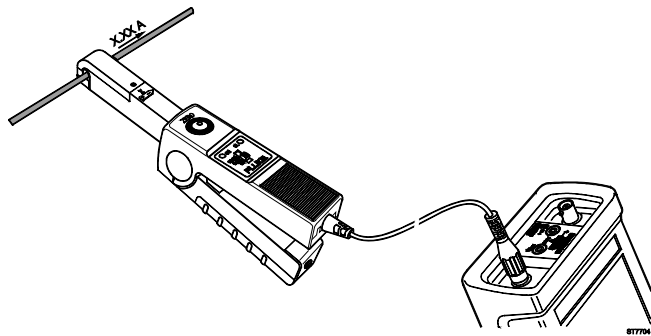

Рис. 4. Настройка для проведения измерений
2. Выбрать наименее чувствительный диапазон на токовых клещах (10 мВ/А). Проверить, горит ли зеленый индикатор ON. Расположение переключателя режима работы и зеленого индикатора ON см. на рис. 4.
3. Вращая регулятор ZERO на токовых клещах, установить показания клещей на нуль. Расположение регулятора ZERO см. на рис. 4.
9. По завершении измерений нужно снова установить переключатель режима работы в положение OFF. Настройка для проведения измерений с использованием токовых клещей и измерительного прибора ScoreMeter представлена на рис. 4.